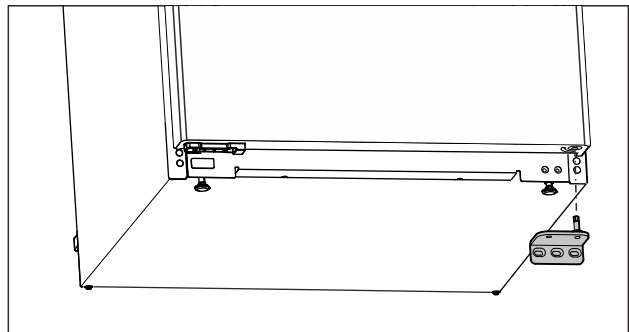

Fig. 12
- Yatak mesnedini aşağı doğru çekerek çıkarın. (bkz. Fig. 12)